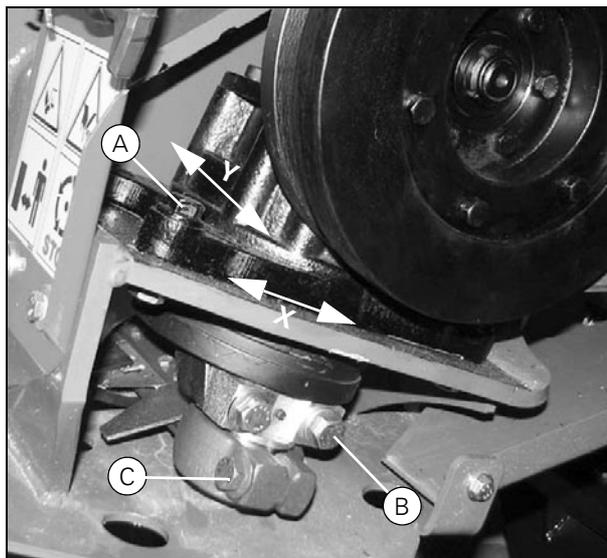

Рисунок 4
5. Отрегулируйте вибрационную коробку так, чтобы ременный шкив стал в линию с боковиной жатки. - Приложите прямолинейную планку (E) к ременному шкиву. Отрегулируйте вибрационную коробку так, чтобы расстояние до двух U-образных секций (F) на боковине жатки было одинаковым. Затяните болты (A) моментом 125 Нм. См. (Рис. 4).
6. Не устанавливая ремень, поверните ременный шкив вокруг оси 8-10 раз так, чтобы нож ровно стал на свое место. Затяните болт (A) моментом 70 Нм. (Рис. 4).